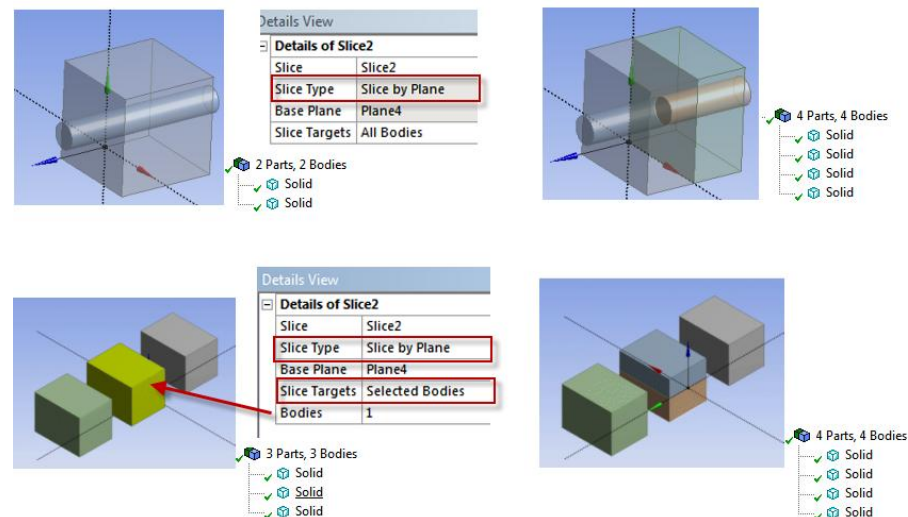

Рис. 3.39
– *Slice by Plane* – разделение плоскостью. Нужно указать плоскость разделения (*Base Plane*). Если нужно разделить только некоторые из тел, то нужно изменить значение опции *Slice Targets* (по умолчанию – *All Bodies*) на *Selected Bodies* и выбрать указать необходимые тела. Пример использования команды *Slice* в режиме *Slice by Plane* показан на рис. 3.39. Результатом выполнения команды являются отдельные тела;